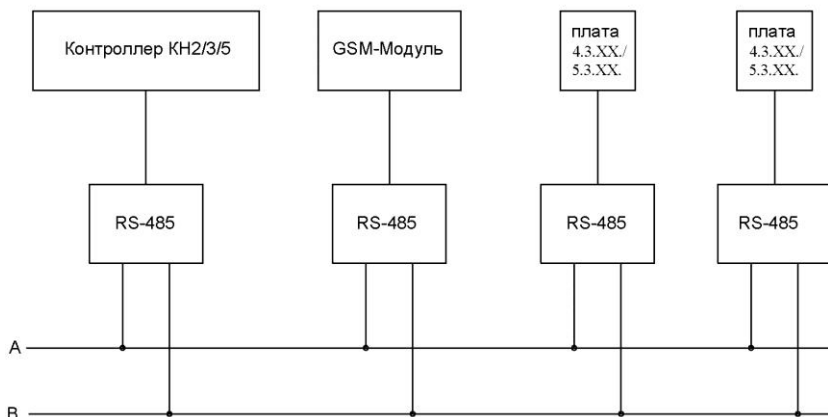
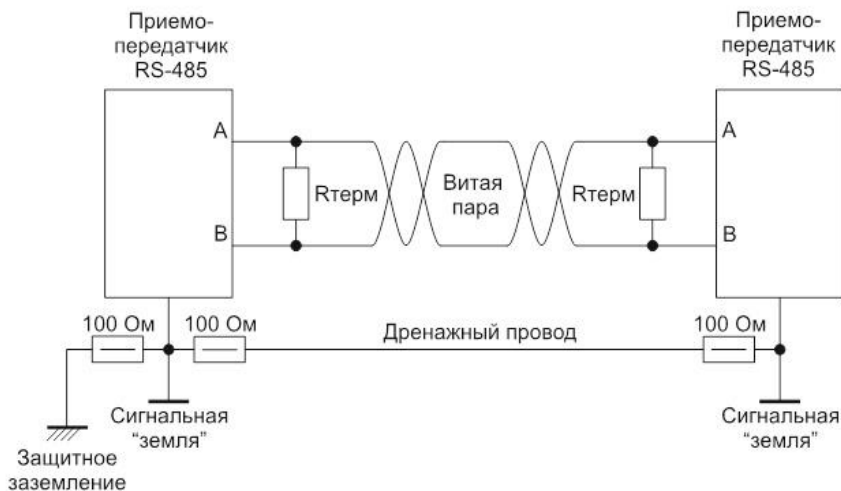

Рис. 8
Рис. 9
- 12.4. В большинстве случаев, если приборы находятся на небольшом удалении друг от друга, адаптеры достаточно соединить двухпроводной линией (А и В) согласно схеме, Рис. 8. Выходы устройств соединяются согласно маркировке: «А» подключаются к одному проводу, а инверсные «В», ко второму проводу. Подключить между собой соответственно А+ с А+ и В- с В-.
- 12.5. Если адаптеры разнесены более чем на 15 м друг от друга, или поблизости есть мощные излучатели электромагнитных волн (Мощные пускатели, силовые провода) необходимо использовать схему Рис. 9 с тремя проводами А, В и проводом выравнивания потенциалов, и соблюдать следующие рекомендации:
3. Соединить адаптеры согласно схеме, Рис. 8 либо Рис. 9.